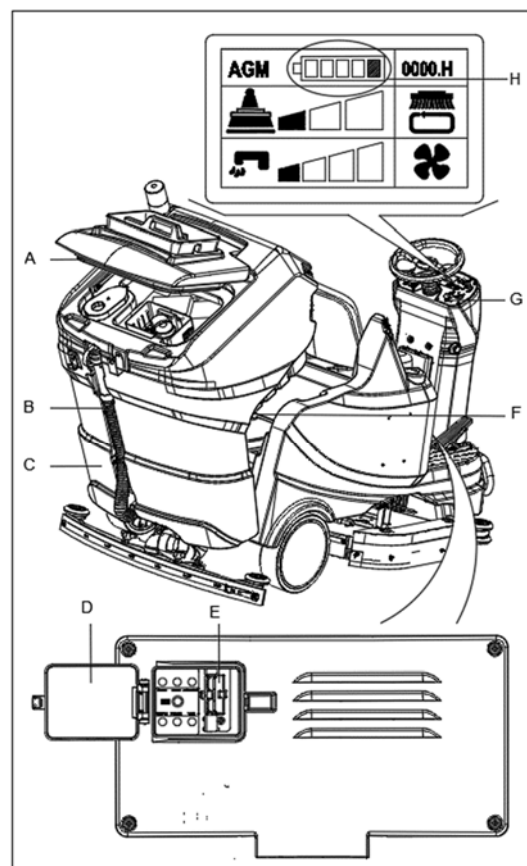

Figura 16
1. Abra la tapa (A, Figura 16) y compruebe que el depósito de recogida del agua (C, figura 16) esté vacío, de lo contrario vacíelo mediante el tubo de descarga (B, figura 16).
3. Coloque la llave de encendido (G, figura 16) en la posición «0».
5. Abra la tapa de protección (A, figura 16). Conecte el conector del cargador de batería al conector de la máquina (E, Figura 16). Cuando el cargador de baterías está conectado, todas las funciones de la máquina se paran automáticamente.
9. Introduzca la llave de encendido (G, figura 16) y colóquela en la posición «I». Compruebe el estado de las baterías desde la pantalla multifunción de visualización (H, figura 16).